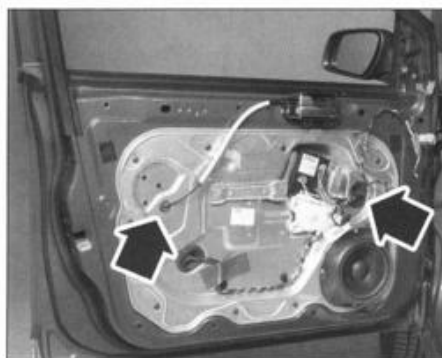

FIG. 56
- las 2 gomas de protección (fig. 56).
- Montar o descender la luna para alinear los tornillos de fijación con los taladros (fig. 56).